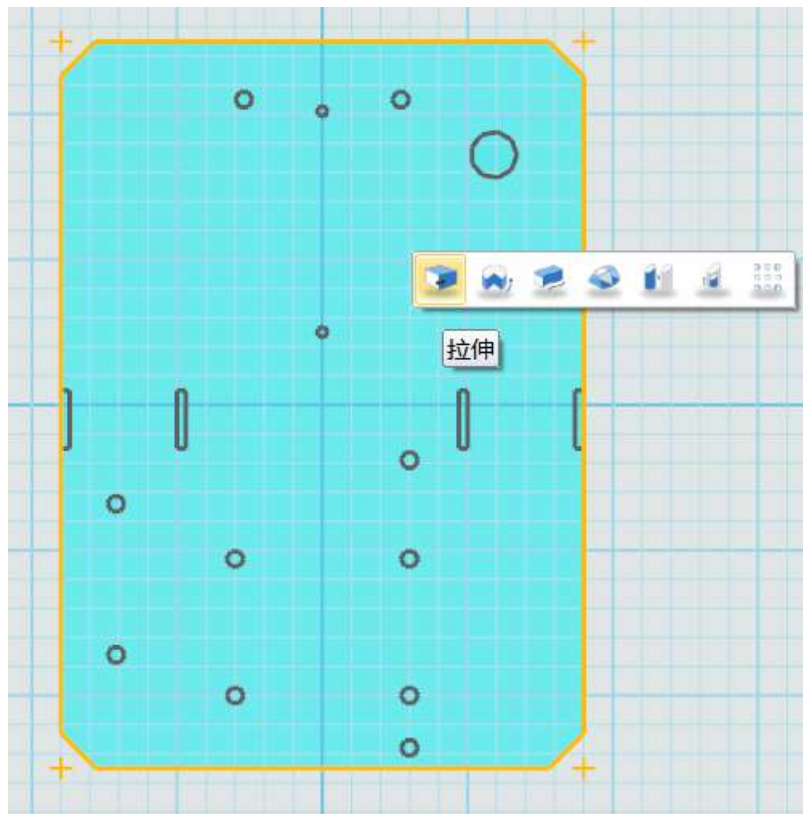

图 4-11
7.拉伸加运算，高度为 2。左击草图内部，点击拉伸选项，如图 4-11 所示。